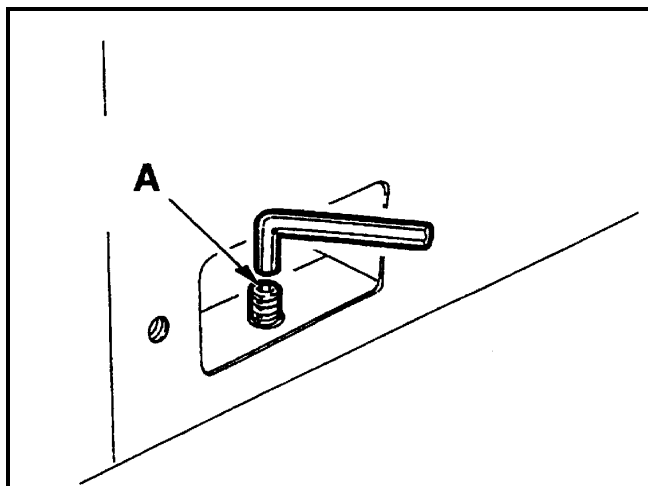

Fig. 05-01
- Inserire il grano "A" ed avvitarlo fino a portarlo in appoggio sul pavimento (**Fig. 05-01**).
- Controllare con l'ausilio di una livella a bolla d'aria, che i piani della macchina siano perfettamente orizzontali; diversamente effettuare la regolazione agendo sui grani "A" (**Fig. 05-01**),